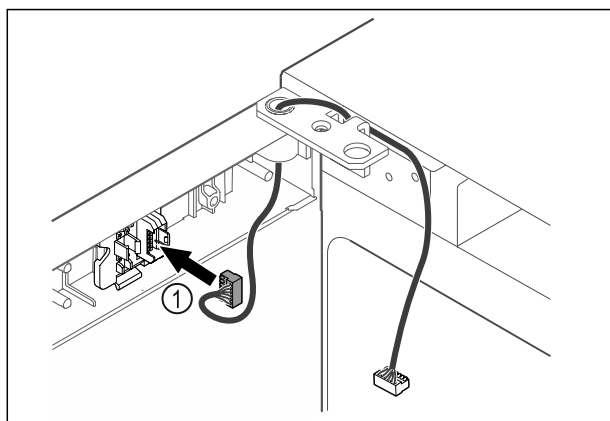

Fig. 59
- ▶ Stekker Fig. 59 (1) in steckerhouder steken.